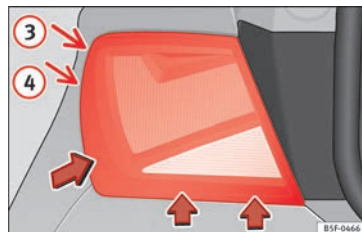

Fig. 218 Démontage du feu arrière sur l'aile.
- Basculez le feu dans le sens des flèches jusqu'à ce qu'il quitte son logement (positions ③ et ④) » fig. 218.
① ATTENTION